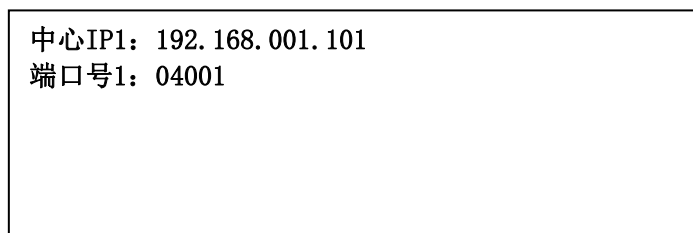

图5-10
- ◆ 按“功能”键进入选项菜单，按【↑】【↓】键进入查询菜单，按‘3’进入网络查询界面（图5-10）。图示为出厂默认设置。